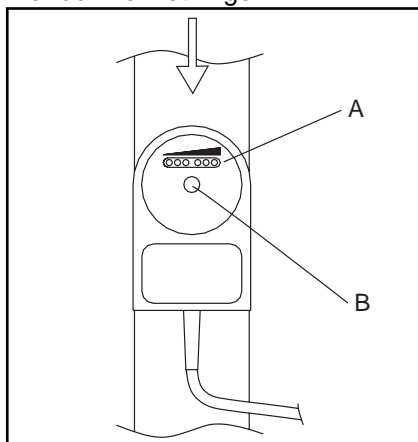

Fig. 13
OBS: Kontroller at flowafbryderen sidder korrekt, se Fig. 13. Flowafbryderen skal sidde parallel med røret, således at ledningen kommer ud i flowretningen.
Vedligeholdelsesfri. Se afsnit 3 og Fig. 13.
4. Skru nylon-skruen "B" af (Fig. 13).
5. Kontroller, at flowafbryderen vender rigtigt (se Fig. 13).